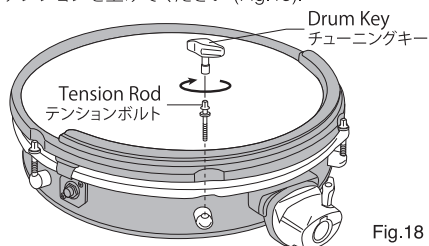

Fig.18
3. Place the new PUREtouch head on the shell and ensure the logo is aligned with the shell badge. Lower the hoop onto the head and insert a tension rod into each lug starting them by hand. Use the Tuning Key to tension the head (Fig.18).
新しいヘッドに交換しましたら、再びチューニングキーでテンションボルト（6本）を締めます。その際、対角線上にあるテンションボルトをそれぞれ少しずつ締めながら、全体のテンションを上げてください (Fig.18)。